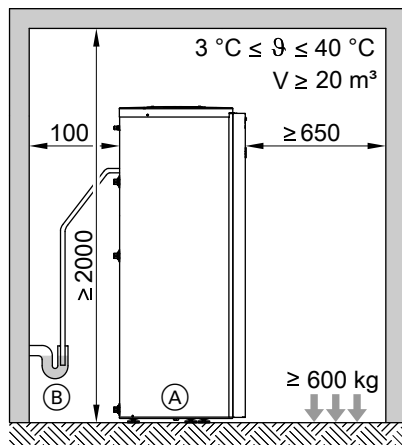

Abb. 4
- Für Service- und Wartungsarbeiten unbedingt die Mindestabstände einhalten (siehe Abb. 4 bis 7).